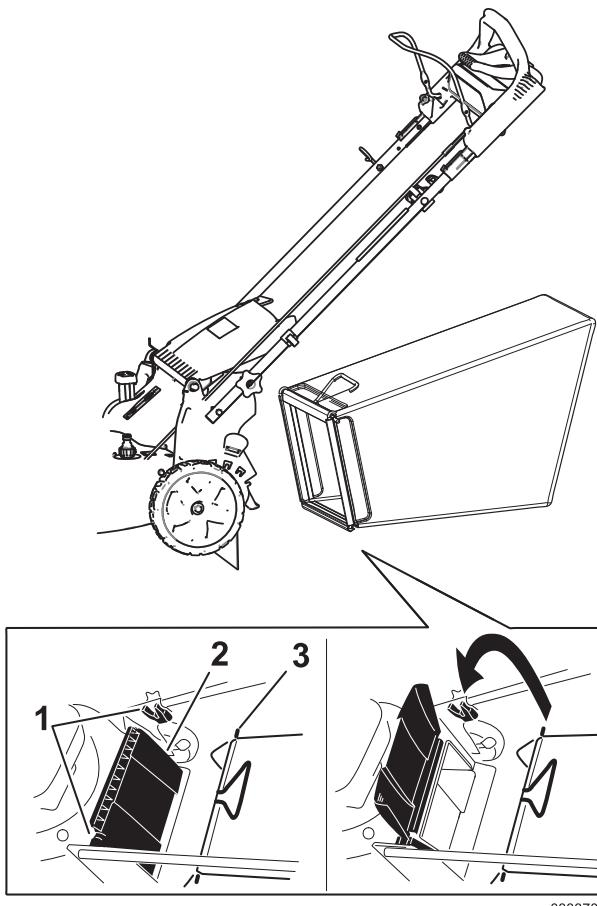

Figura 19
2. Instale la bolsa de recogida, asegurándose de que los pasadores de la bolsa descansan en las muescas del manillar (Figura 19).